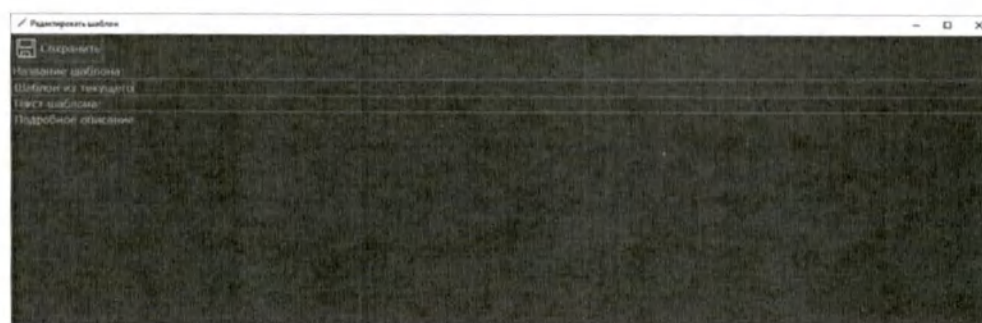

Рис. 138 Внешний вид окна "Редактирование шаблона"
- Откроется окно «Редактировать шаблон» (Рис. 138 Внешний вид окна "Редактирование шаблона");